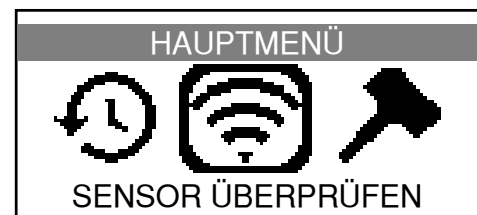

Abb. 3
- Dann wird das **HAUPTMENÜ** angezeigt (Abb. 3).